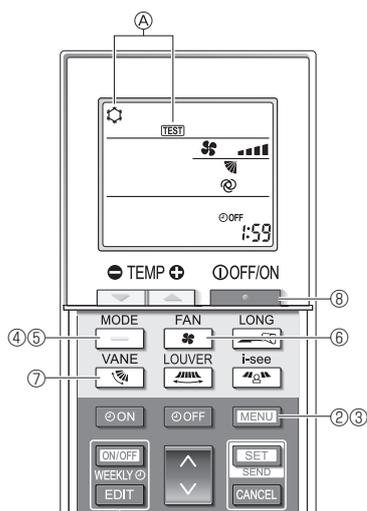

Fig. 8-5
- 2 Appuyez sur la touche [MENU] pendant 5 secondes. (Fig. 8-5) (Effectuez cette opération lorsque l'affichage de la télécommande est éteint.)
- 3 Appuyez sur la touche [MENU]. La mention A [TEST] et le mode de fonctionnement en cours sont affichés. (Fig. 8-5)